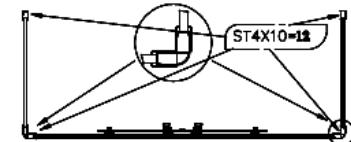

Рис.3
- Нанесите герметик на борт ванны и профили боковых фиксированных стекол. Вставьте собранный пакет фронтальных стекол в профили боковых стекол. Стяните винтами (см. рис. 3).